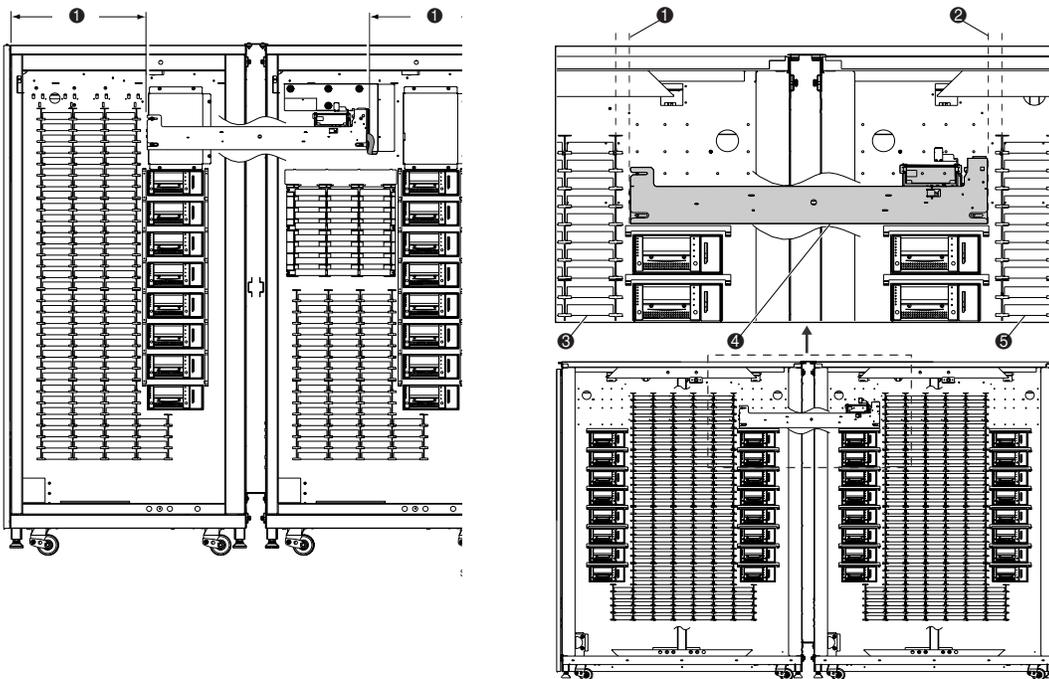

Abbildung 2-12. Ausrichten des PTM
- ❶ Schrauben
- ❷ PTM-Kabelabdeckung
- ❸ Schraube
15. Ausrichten des PTM (siehe Abbildung 2-12):